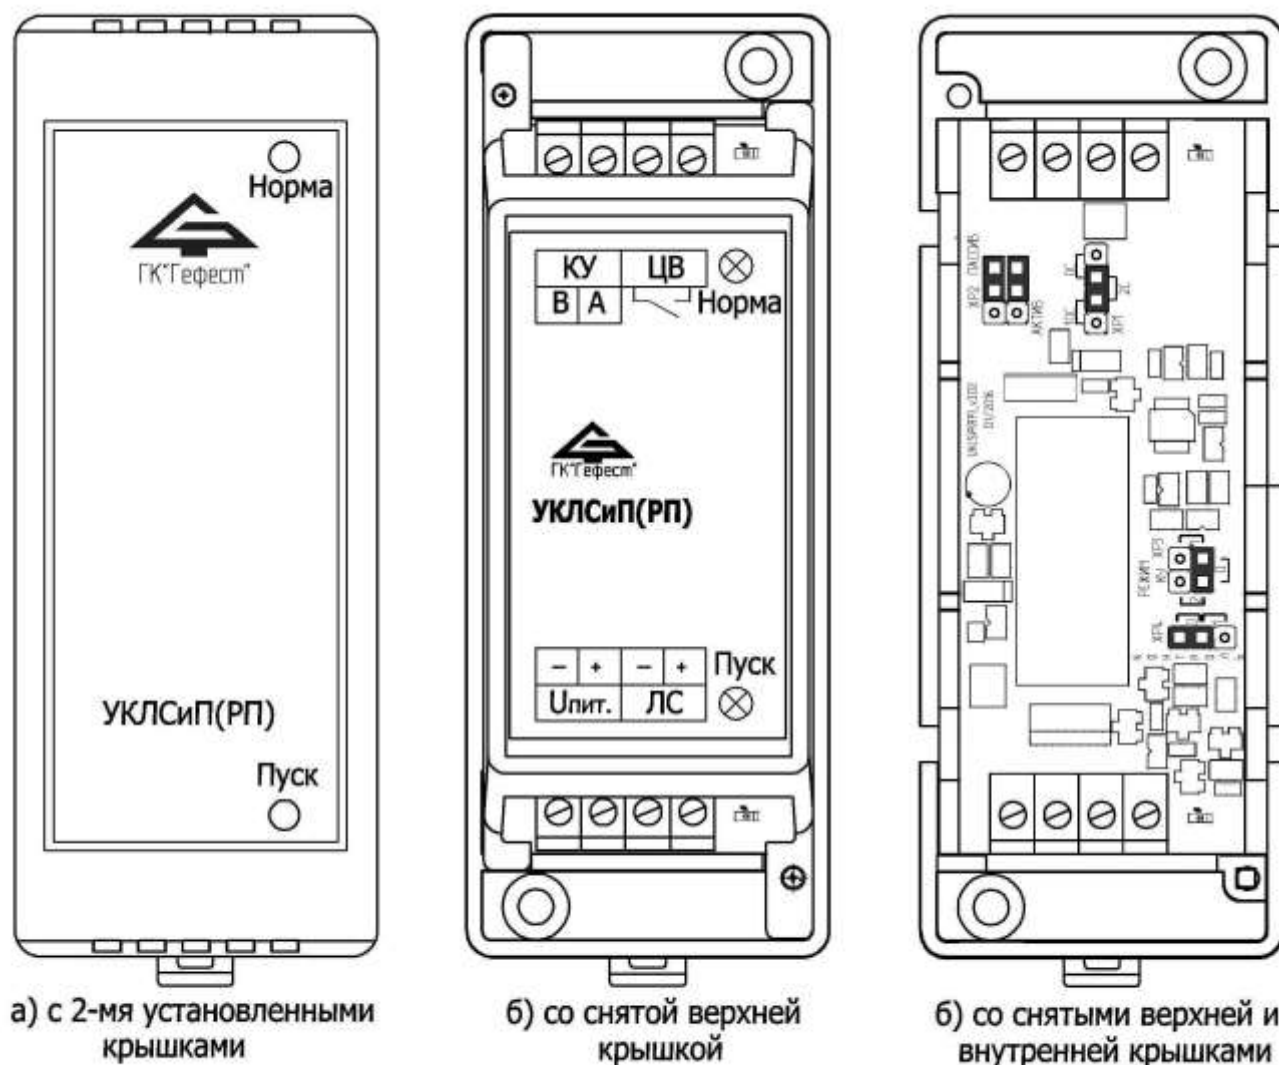

Рис. 1 Внешний вид УКЛСиП(РП)
3.1 Конструктивно УКЛСиП(РП) выполнено в виде блока с двумя съемными крышками (см. Рис. 1). Клеммы предназначены для подключения до 2-х проводников общей площадью сечения не более 1,5 мм².
УКЛСиП(РП) поставляют с джамперами, установленными на штыревых линейках ХР1 – ХР4 в положении, указанном на Рис. 1-б, возможные варианты установки джамперов приведены на Рис.2.
Внешний вид УКЛСиП(РП) представлен на Рис. 1.